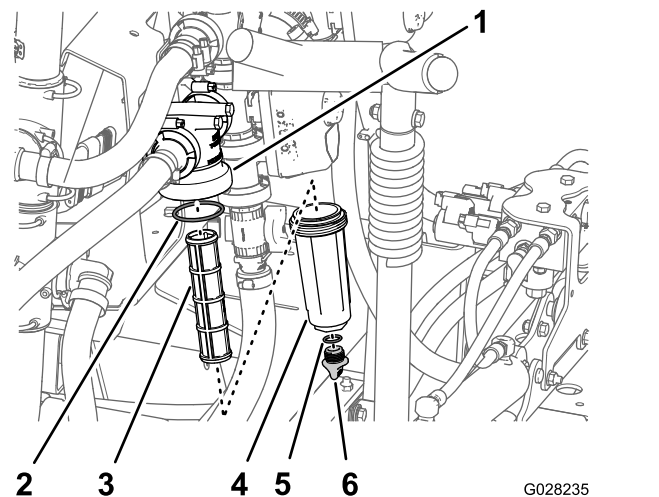

Figure 94
2. Placez un bac de vidange sous le filtre sous pression (Figure 94).
3. Tournez le bouchon de vidange dans le sens antihoraire et déposez-le de la cuvette du filtre sous pression (Figure 94).
4. Tournez la cuvette dans le sens antihoraire et déposez-la de la tête du filtre (Figure 94).
5. Retirez l'élément du filtre sous pression usagé (Figure 94).
6. Contrôlez l'état et l'usure du joint torique du bouchon de vidange (à l'intérieur de la cuvette) et du joint torique de la cuvette (à l'intérieur de la tête du filtre) (Figure 94).
7. Montez le nouvel élément filtrant dans la tête du filtre sous pression (Figure 94).
8. Vissez la cuvette sur la tête du filtre et serrez-la à la main (Figure 94).
9. Vissez le bouchon sur la cuvette à la main (Figure 94).